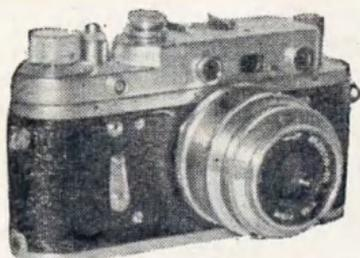

Рис. 31. Фотоаппарат „Зоркий-2С“
**«Зоркий-2С»** (рис. 31) представляет несколько усовершенствованную модель аппарата «Зоркий-С». Основным объективом аппарата является «Индустар-50», но встречаются аппараты, снабженные объективами «Индустар-22», «Индустар-26М», «Юпитер-8» и «Юпитер-17».